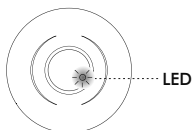

FIG.21
- La luz LED de indicación de pruebas está situada detrás de la lente (Ver FIG.21). En el Test de paso el LED se encenderá durante 2 s. una vez se active el detector. Si el detector se activa continuamente se requerirán 2 s. para que se encienda de nuevo.